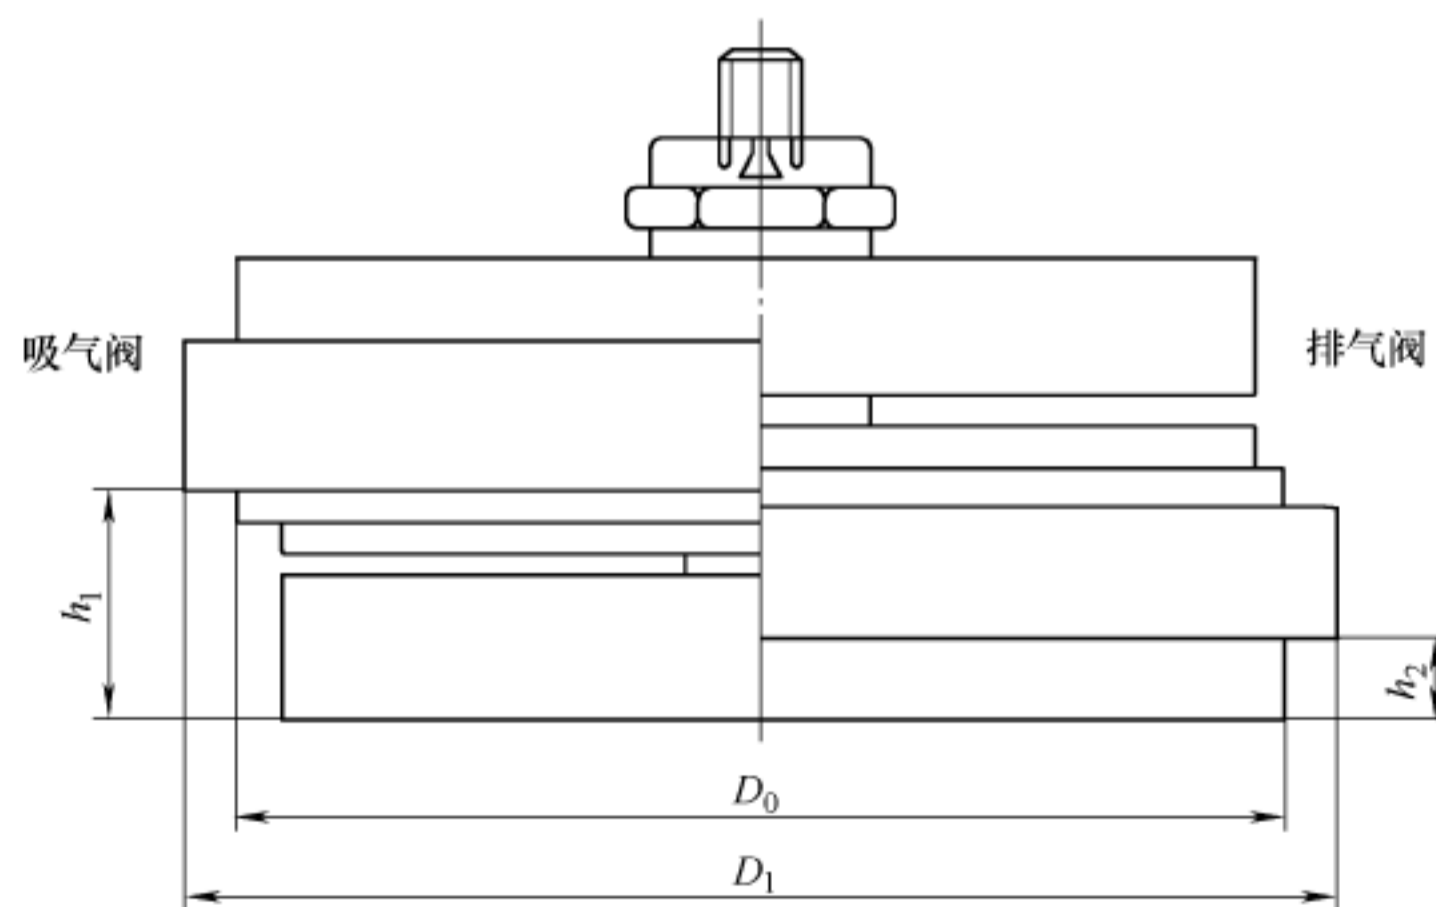

图 1 开式气阀
3.1 开式气阀示图如图 1 所示。安装尺寸应符合表 1 的规定。